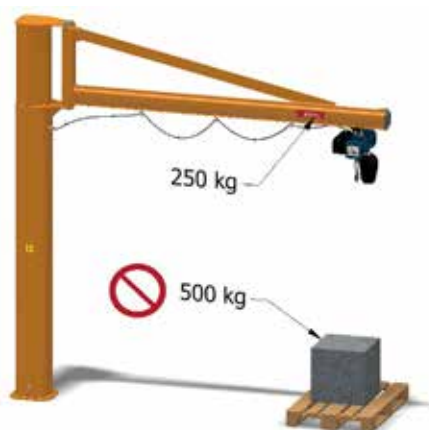

fig.74
- ▶ **NE JAMAIS** soulever des charges dépassant la capacité nominale ou installer un palan ayant une capacité supérieure à la potence (fig. 74).